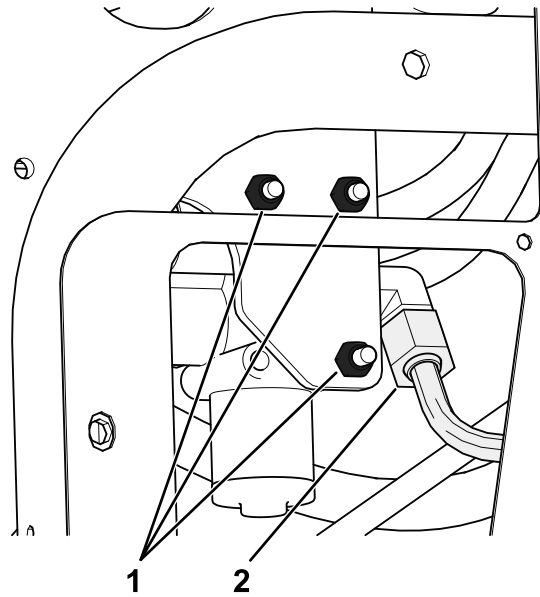

図5
- A. 既存の昇降バルブをフレームに固定しているボルトとナット各3を外し、バルブを外して図5のようにT字フィッティング340-94を外せるようにする。